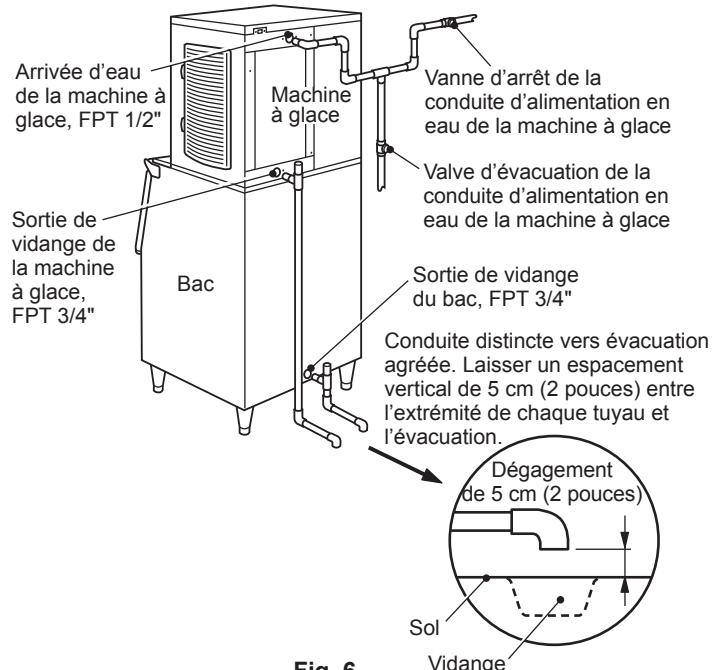

Fig. 6
- * Un raccord en T à évent est nécessaire au flux de vidange correct. Voir fig. 6.
- * La conduite de vidange de la machine à glace doit être distincte de la conduite de vidange de l'appareil de distribution/bac de stockage. Voir fig. 6.